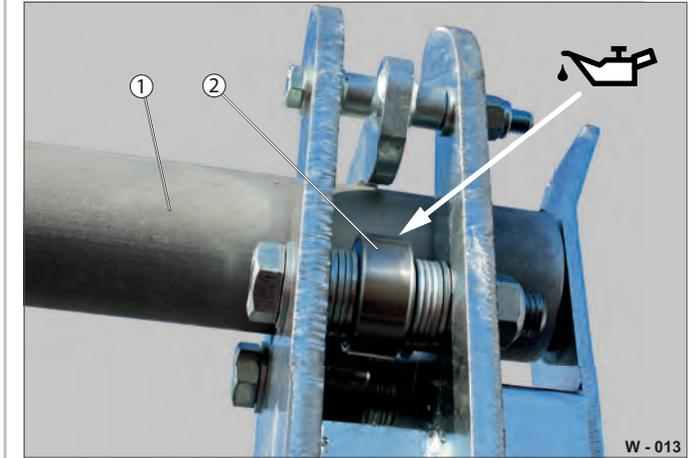

Fig. 13 Paliers / points de lubrification de l'axe de transport
- Nettoyez régulièrement les paliers de l'axe de transport (Fig. 13 /1).
- Assurez-vous qu'aucune particule étrangère ne bloque les roulements à billes (Fig. 13 /2).